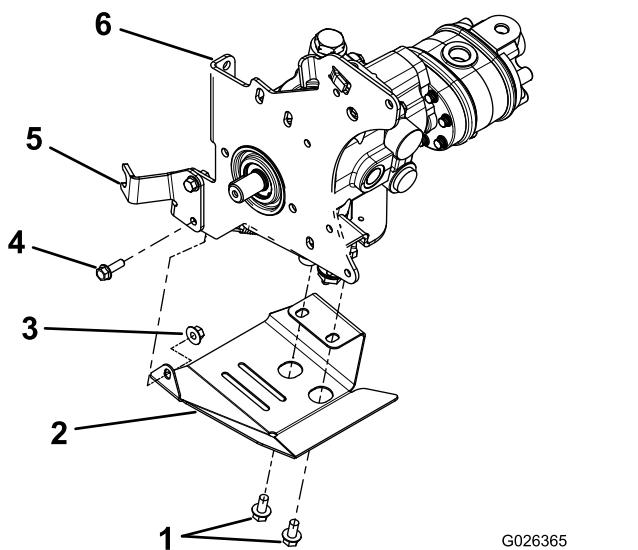

Figure 2
- Retirez le boulon et l'écrou qui fixent l'extrémité inférieure du support de câble à la plaque de la pompe (Figure 2). Mettez le boulon au rebut mais conserver l'écrou.
2. Retirez et conservez les (2) boulons qui fixent la patte de réglage du point mort sur la face inférieure de l'hydrostat (Figure 2).
3. Fixez légèrement la nouvelle protection de l'hydrostat et la patte de réglage du point mort sur la face inférieure de l'hydrostat au moyen des (2) boulons retirés lors de l'opération précédente. Ne serrez pas les boulons à ce stade (Figure 2).
4. Fixez légèrement le support de câble à la plaque de pompe avec le boulon neuf (fourni dans le kit) et l'écrou retiré précédemment (Figure 2).